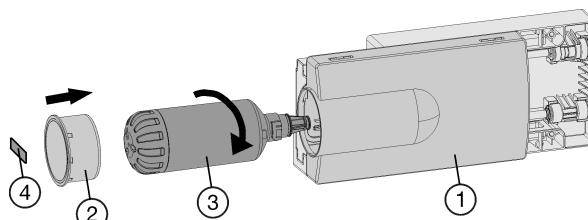

Fig. 8
- Mettre en place le filtre à eau Fig. 8 (3) à eau puis le tourner d'env. 100° vers la droite jusqu'à la butée.
- Insérer le tiroir Fig. 8 (1).
- Poser le couvercle du filtre Fig. 8 (2).
- Incrire la date du dernier remplacement sur l'autocollant Fig. 8 (4) fourni puis le coller sur le module.